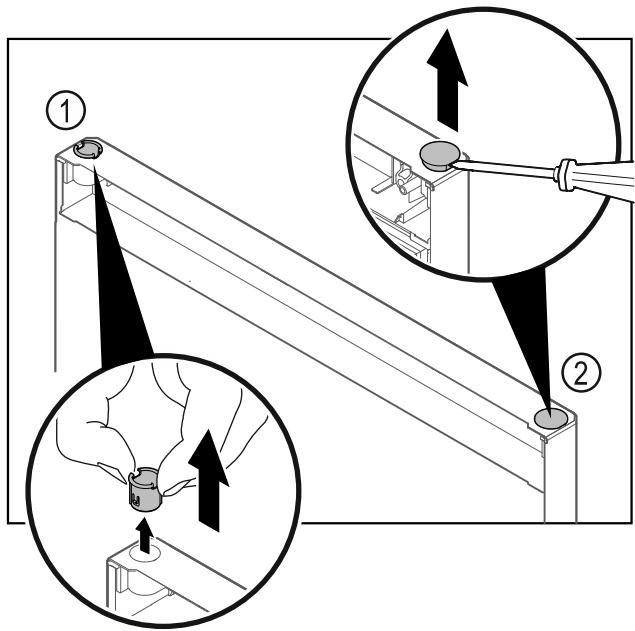

Fig. 30 Gefrierteiltür
► Scharnierbuchse Fig. 30 (1) mit den Fingern herausziehen.
► Abdeckstopfen Fig. 30 (2) vorsichtig mit einem Schlitzschraubendreher anheben und herausziehen.